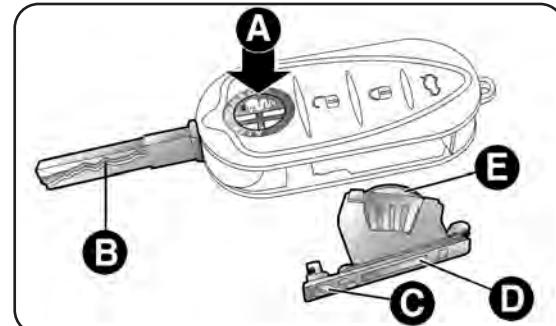

fig. 18
- pulse el botón A-fig. 18 y coloque la pieza metálica B en posición de apertura; gire el tornillo C a utilizando un destornillador de punta fina;